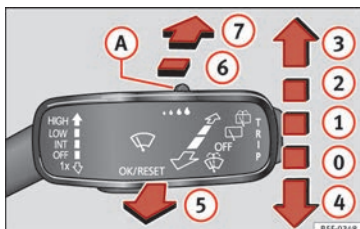

Bild 33 Styra vindrutetorkare och bakrutetorkare
- 1 Intervalltorkning med vindrutetorkarna. Ställ in intervallet (fordon utan regnsensor) eller regnsensorns känslighet med reglaget » **bild 33 A**.